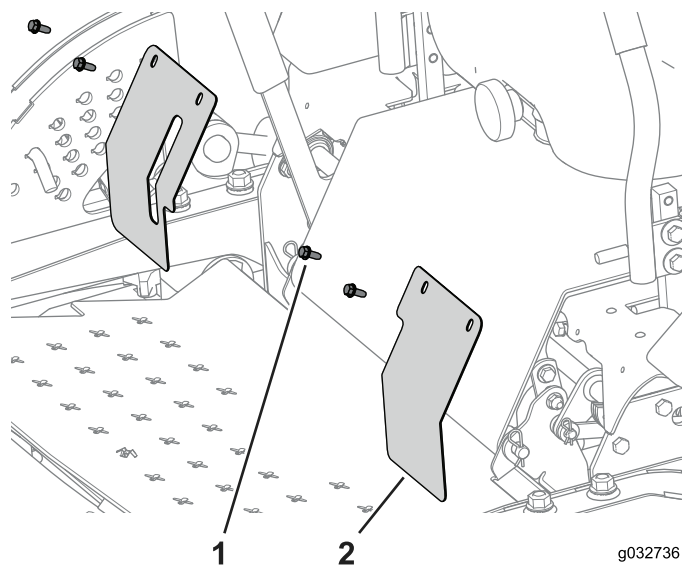

図 53
1. 夏用フレームを機体に固定しているボルトとナットにアクセスできるようにカバープレート2枚を外す 図 53。